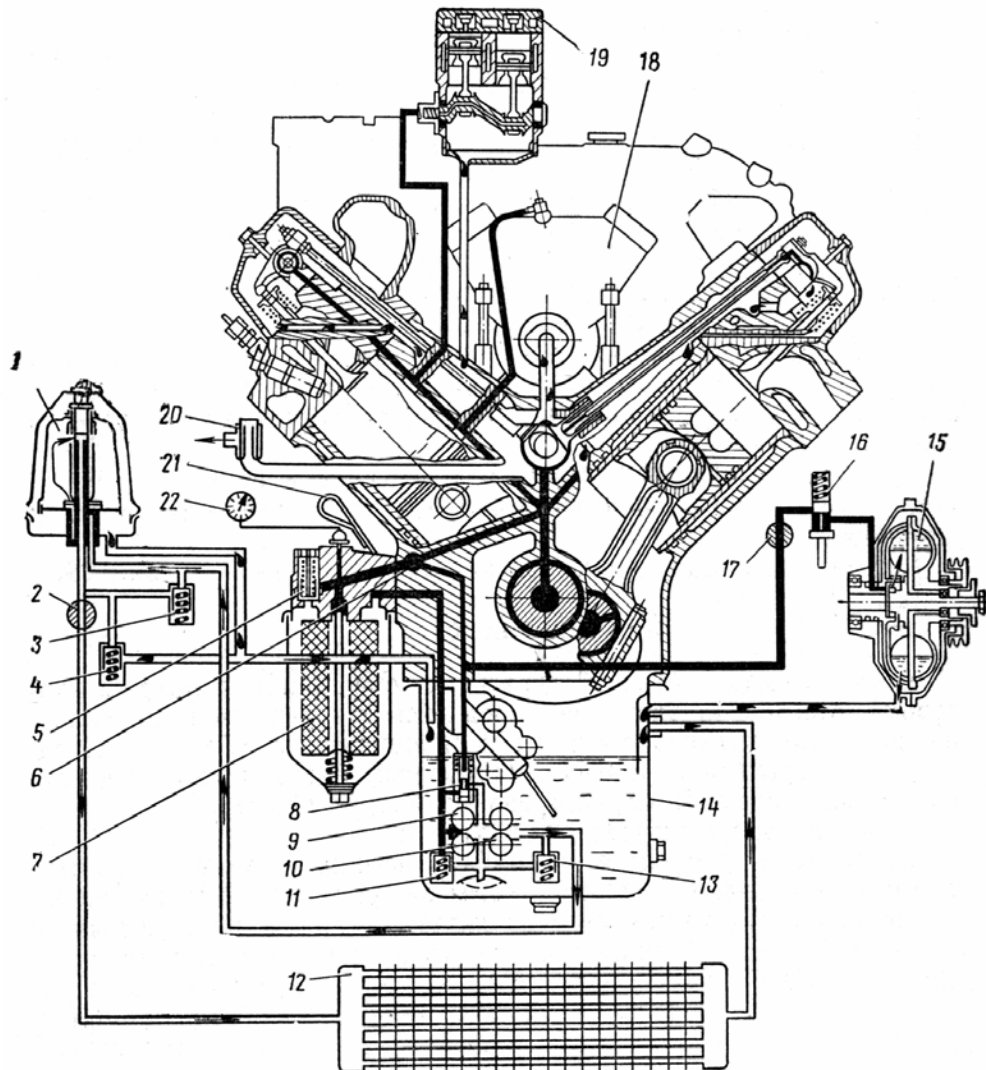

Рис. 2.25. Схема системы смазки:
2. Система смазки (рис. 2.25) двигателя смешанная, с мокрым картером. Масло под давлением подается к коренным и шатунным подшипникам коленчатого вала, к подшипникам распределительного вала, втулкам коромысел, топливному насосу высокого давления, компрессору. Предусмотрена пульсирующая подача масла к сферическим опорам штанг и толкателей.